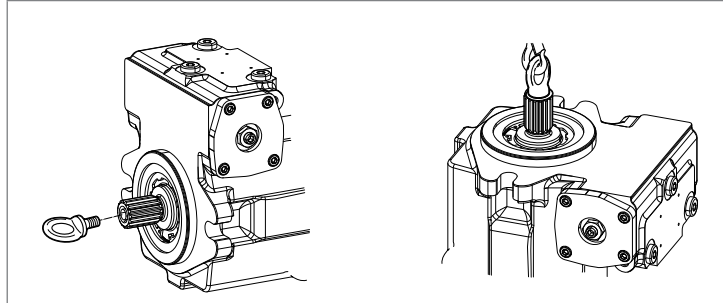

Abb. 5: Befestigung der Ringschraube
- Sie können die Axialkolbeneinheit wie in Abb. 5 gezeigt mit der in die Triebwelle eingeschaubten Ringschraube anheben.